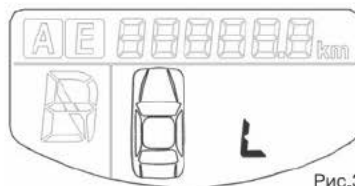

Рис.3
9. После входа в настройки замены колес согласно вышеописанному методу, кратко нажмите кнопку "SET", чтобы войти в положение настройки параметров колес. Теперь, давление, температура и каждая иконка колеса не отображается на дисплее LCD. Подсказка "L" отображается. Смотрите рисунок 3.